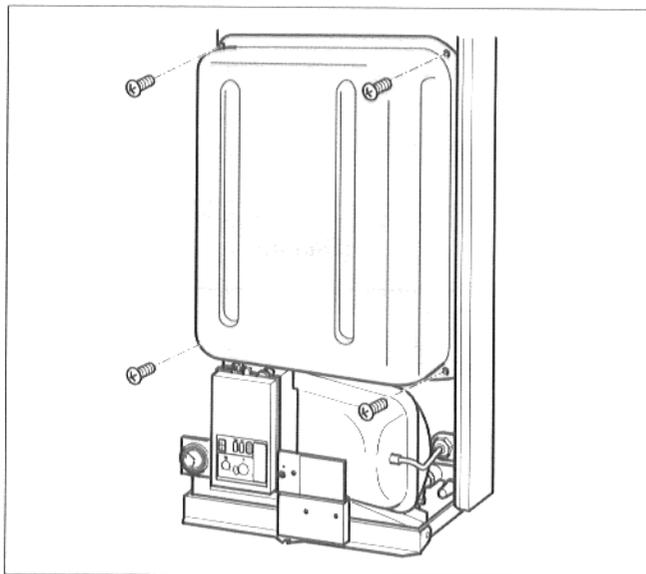

Abb. 30 Abdeckung abnehmen
- Abdeckung abnehmen (Abb. 30).